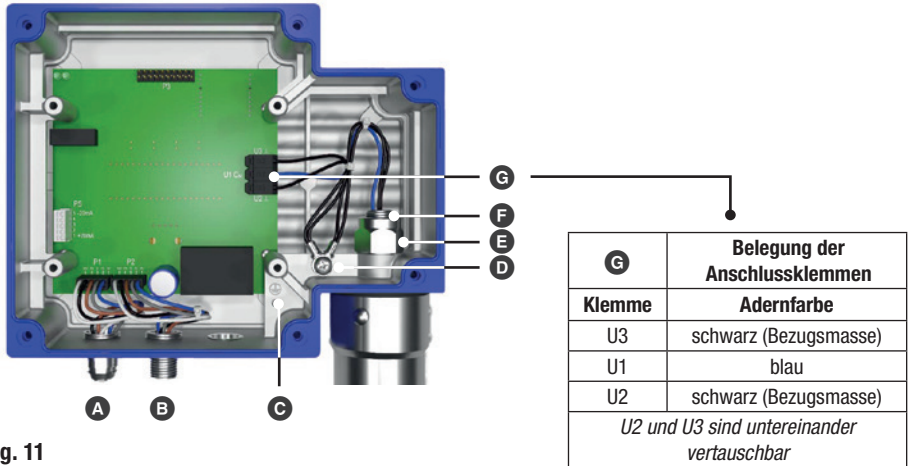

Fig. 11
10. Verbinden Sie die Elektrodenverkabelung wieder mit der Platine, siehe Tabelle in **Fig. 11**.
- ① Fig. 11, 12: Flansch (PN 40, DN 50) EN 1092-1 (Einzelelektrode)